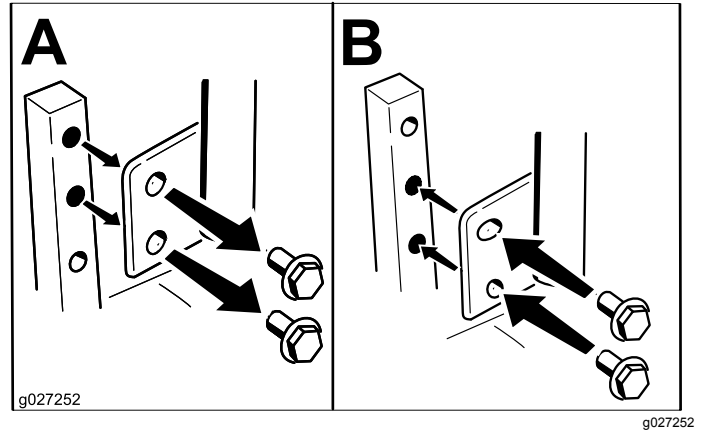

Figura 22
Las palancas de control de movimiento pueden ser ajustadas hacia arriba o hacia abajo para que su manejo sea más cómodo (Figura 22).
2. Afloje el perno inferior lo suficiente para poder desplazar hacia adelante o hacia atrás la palanca de control (Figura 22). Apriete ambos pernos para fijar el control en la posición nueva.